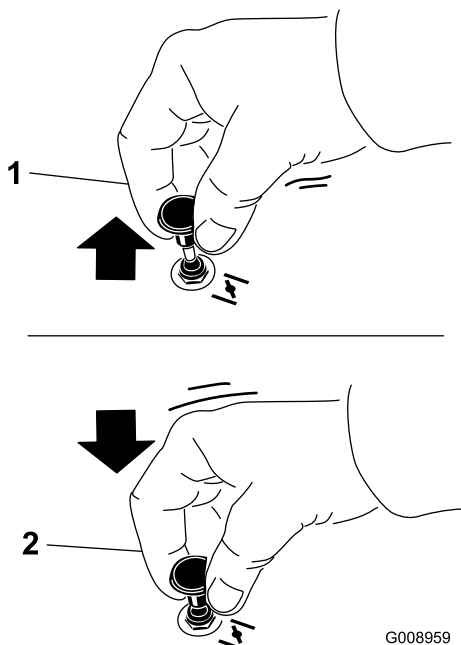

Figura 16
2. Tire hacia arriba del mando para engranar el estárter antes de usar el interruptor de encendido (Figura 16).
3. Presione hacia abajo el control del estárter para desactivar el estárter después de que el motor arranque (Figura 16).